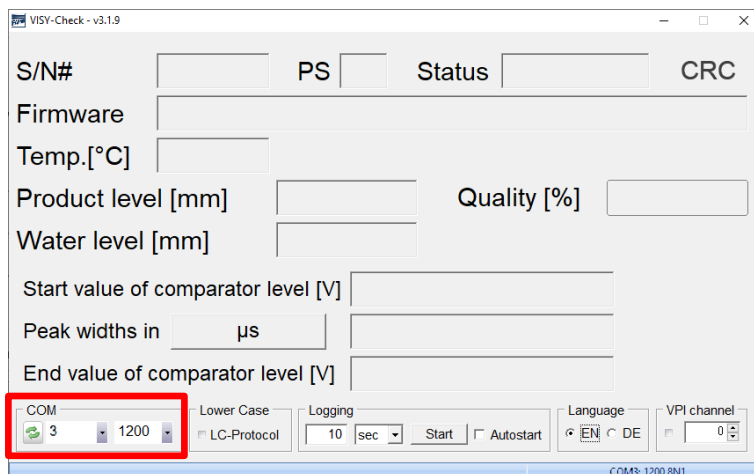

Figura 2: Inicio del programa
- 3) VISY-Check se proporciona como un archivo ZIP. Extraiga este archivo ZIP en cualquier directorio y ejecute el archivo "VISY-Check...exe" desde allí. La ventana del programa se abre inicialmente sin ninguna entrada de datos (véase la figura 2) hasta que se establece la conexión con el sensor FAFNIR:
El puerto COM del Adaptador USB FAFNIR debe introducirse en el campo "COM" si no se produce una asignación automática (véase la figura 2). A la derecha de esto, se puede seleccionar la velocidad de transmisión en 1200, 4800 o 9600 baudios, dependiendo de la compatibilidad del sensor FAFNIR.
Figura 2: Inicio del programa.....	1